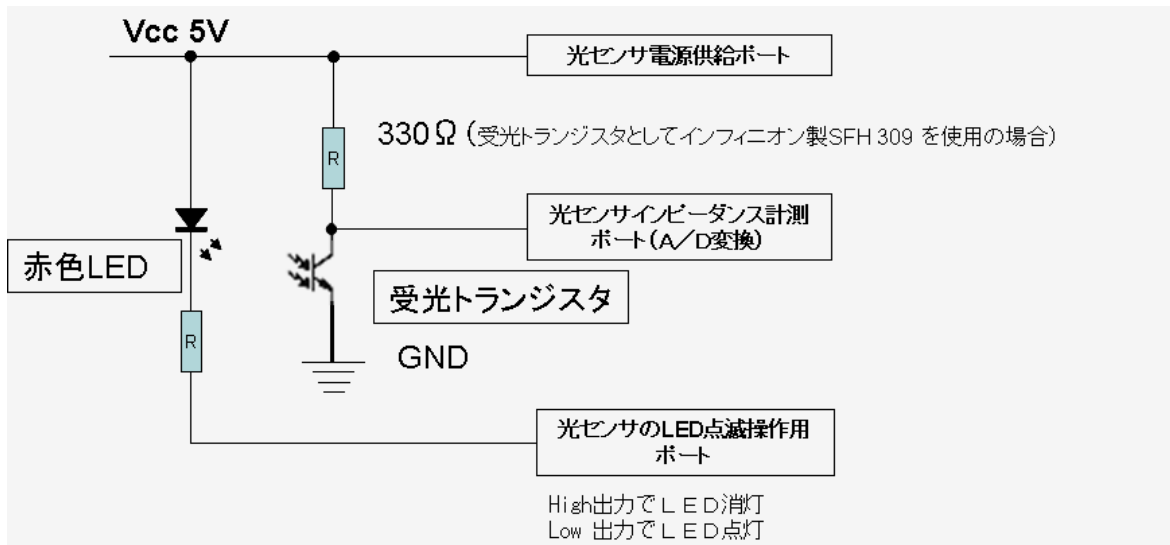

図 2.5 光センサ回路構成例
光センサ部の回路構成例を図 2.5 に示します。
(2)受光トランジスタのインピーダンスが小さいほど、光センサインピーダンス計測ポートで検出される電圧は低くなります。(図2.5 光センサ回路構成例参照)